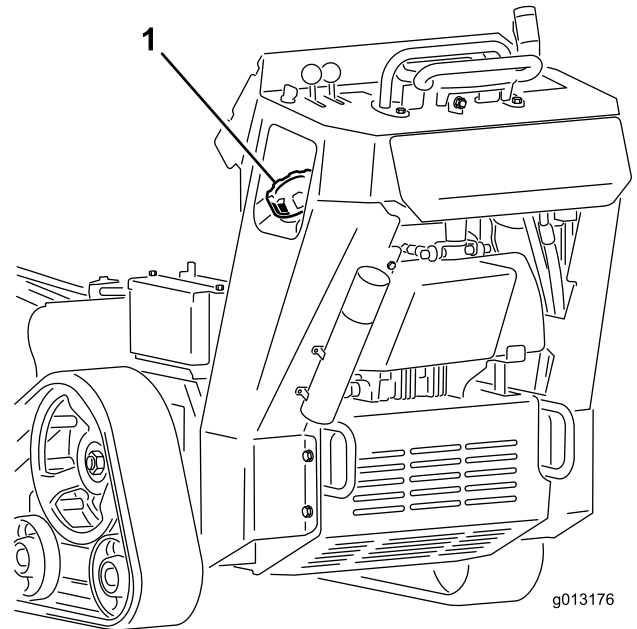

Figure 15
3. Nettoyez la surface autour du bouchon du réservoir et enlevez le bouchon (**Figure 15**).